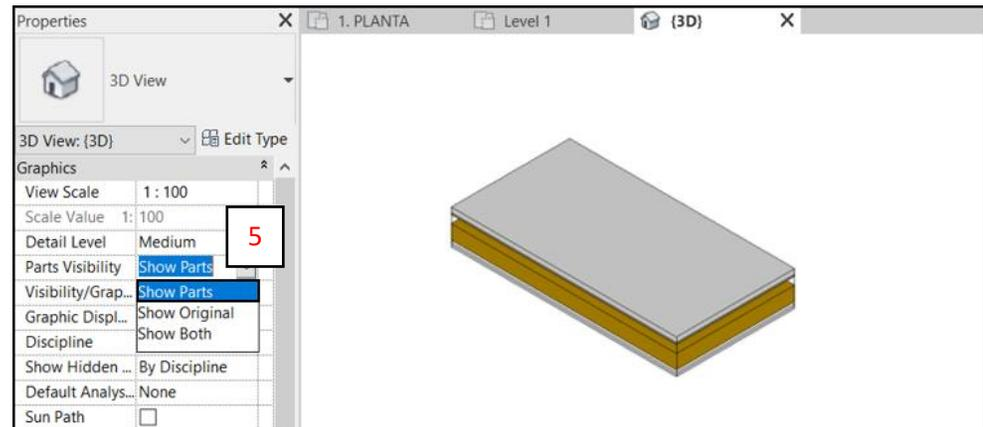

Fig. 12
- C. Asegurarse de tener el modo **Show Parts** activado en la *Tabla de Propiedades* (5). Las capas de la losa se encuentran disociadas. (Fig. 12)